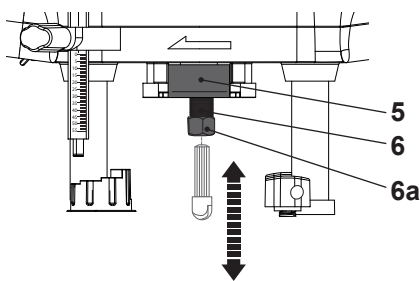

Fig. 6
- > Asigurați-vă că produsul este în poziția superioară și așezați-l pe o suprafață stabilă. Strângeți maneta de ajustare a adâncimii (16).
- > Apăsați elementul de blocare al arborelui (5) și mențineți-l în poziție, în timp ce slăbiți piulița de blocare (6a) cu cheia (21).
- > Trageți vârful de frezare din manșonul de fixare (19) și introduceți unul nou, conform solicitării (Fig. 6).